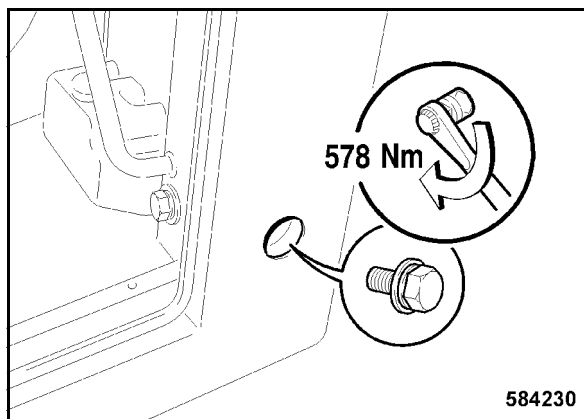

Bild 192
- Kiristä takana, sivussa oleva kiinnitysruuvi vasemmalta 578 Nm:llä (Bild 192).